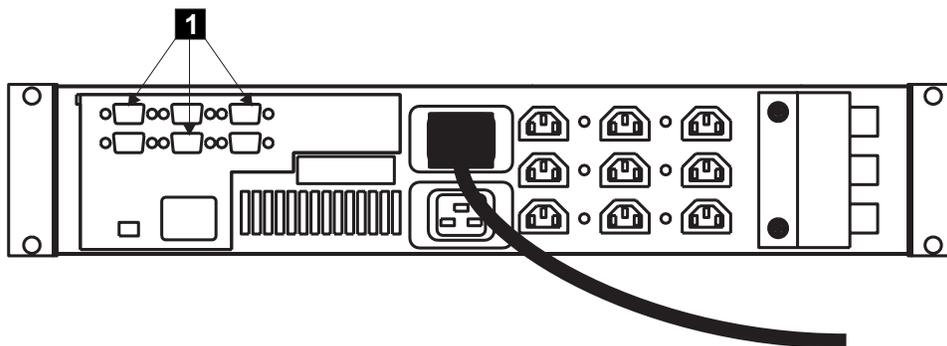

図 265. 2145 UPS シグナル・ケーブルの切り離し
2. 図 265 に示すように、2145 UPS の後部でシグナル・ケーブル **1** を切り離します。